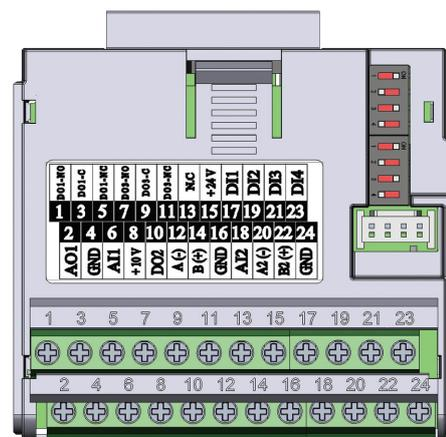

Figura 19.4: Módulo Plug-in CFW500-CRS485
El módulo plug-in CFW500-CRS485 tiene la interfaz Serial (1) a través de la puerta RS-485 en los bornes 12 (A-) y 14 (B+), así como la interfaz Serial (2) también a través de otra puerta RS-485 en los bornes 20 (A2+) y 22 (B2+), vea la Figura 19.4 en la página 19-1.